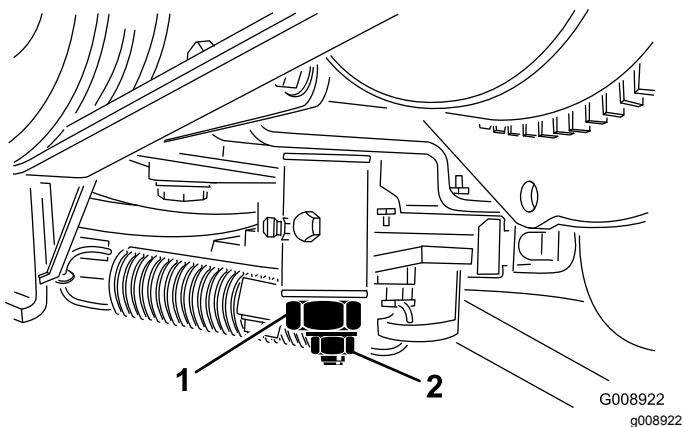

Рисунок 67
3. Ослабьте контргайку на кулачке регулировки тяги (Рисунок 67).